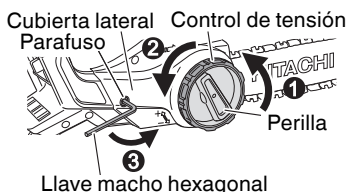

Fig. 3
1. Retirar la cubierta lateral (Fig. 3)
- ① Gire la perilla una vez para aflojarla.
- ② Gire el control de tensión media vuelta para aflojarla.
- ③ Con la llave macho hexagonal facilitada, afloje el perno hasta que no haya resistencia.
- ④ Gire la perilla y retire la cubierta lateral.